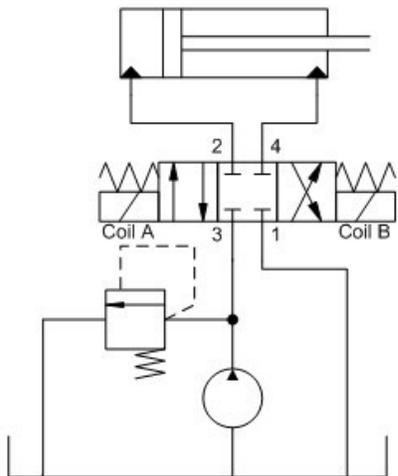

图11.
- 在流量不对称应用中，流量较大的回油应该从口2流到口1以便减少压降（见图11）。